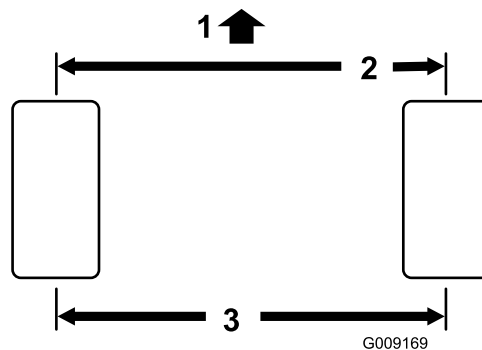

Figura 91
1. Meça a distância de centro a centro (à altura do eixo) na zona dianteira e traseira dos pneus da direção. A medição dianteira deve ser 3 mm inferior à medição traseira (Figura 91).